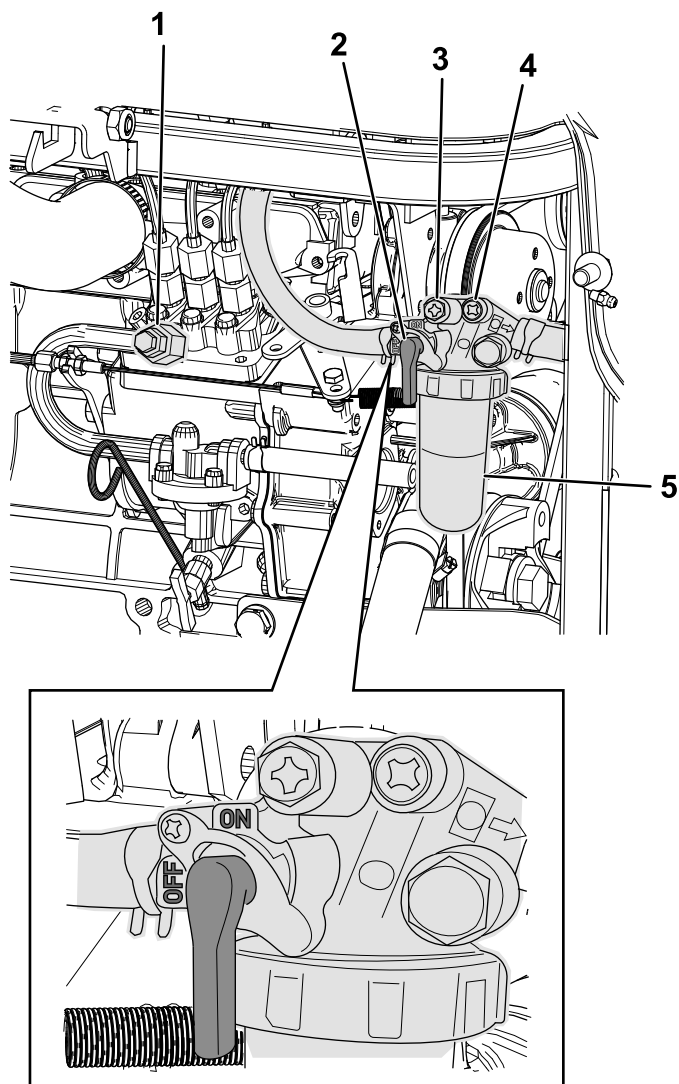

Figura 58
7. Accertatevi che la leva del filtro dell'aria sia in posizione di ATTIVAZIONE (Figura 58).
8. Aprite la prima vite di spurgo dell'aria, collocata sulla pompa di iniezione del carburante (Figura 58).
10. Quando il carburante inizia a fuoriuscire, serrate la vite di spurgo dell'aria (Figura 58).
11. Aprite la seconda vite di spurgo dell'aria, collocata sulla pompa di iniezione del carburante (Figura 58).
13. Quando il carburante inizia a fuoriuscire, serrate la seconda vite di spurgo dell'aria (Figura 58).
7. Ruotate la leva del filtro del carburante in posizione di ATTIVAZIONE (Figura 58).